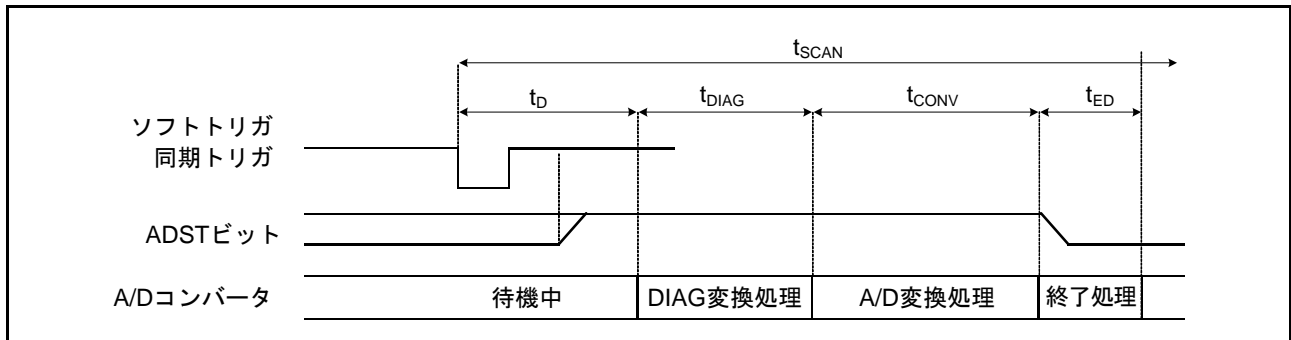
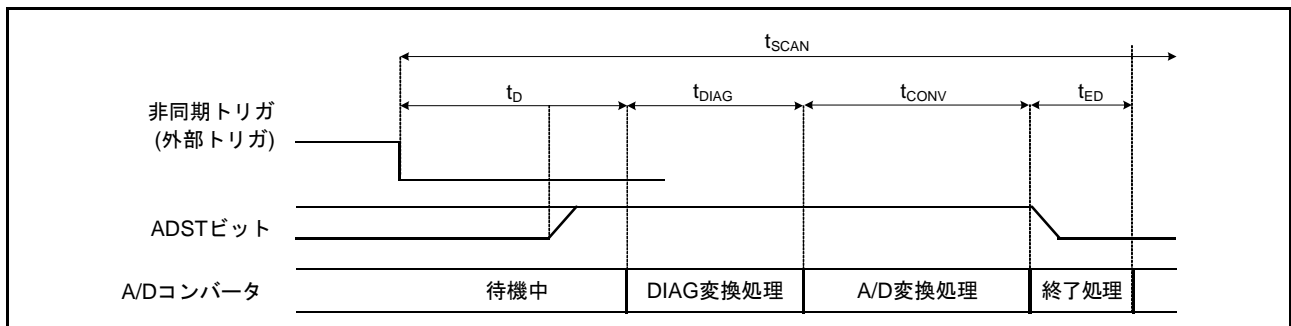

図 44.22 スキャン変換のタイミング(ソフトウェア起動、同期トリガ起動の場合)
図 44.23 スキャン変換のタイミング(非同期トリガ起動の場合)
図 44.22 にシングルスキャンモード、ソフトウェア起動と同期トリガ起動によるスキャン変換を行う場合のタイミングを示します。また、図 44.23 にシングルスキャンモード、非同期トリガ起動によるスキャン変換を行う場合のタイミングを示します。スキャン変換時間 (t_{SCAN}) はスキャン変換開始遅延時間 (t_D)、断線検出アシスト処理時間 (t_{DIS}) (注 1)、自己診断変換時間 (t_{DIAG}) (注 2)、A/D 変換処理時間 (t_{CONV})、スキャン変換終了遅延時間 (t_{ED}) を含めた時間となります。
- 注1. t_D 、 t_{DIAG} 、 t_{CONV} 、 t_{ED} の各タイミングについては図44.22、図44.23を参照してください。